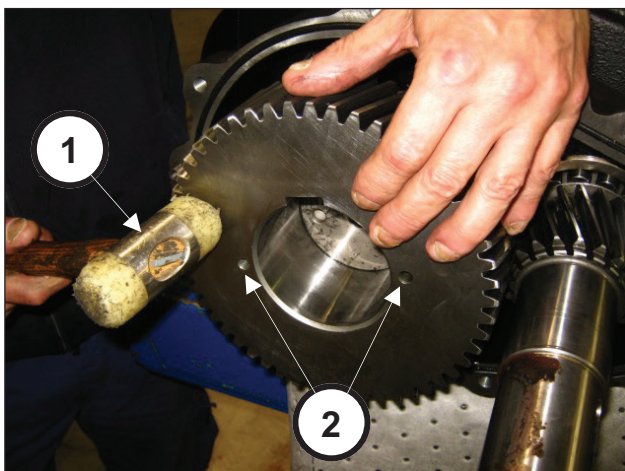

Fig. 67
Introducir la corona en el eje (pos. ①, Fig. 66) a fondo utilizando un extractor de percusión (pos. ①, Fig. 67).
**Montar la corona de modo que los dos orificios M8 utilizados para la extracción estén orientados hacia la parte externa de la bomba (pos. ②, Fig. 67).**